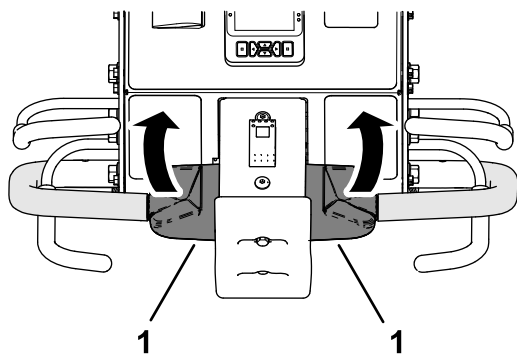

Figura 38
3. Tenendo in posizione la barra di presenza dell'operatore e la barra di arieggiatura, ruotate all'indietro la parte superiore del comando di trazione (Figura 38).